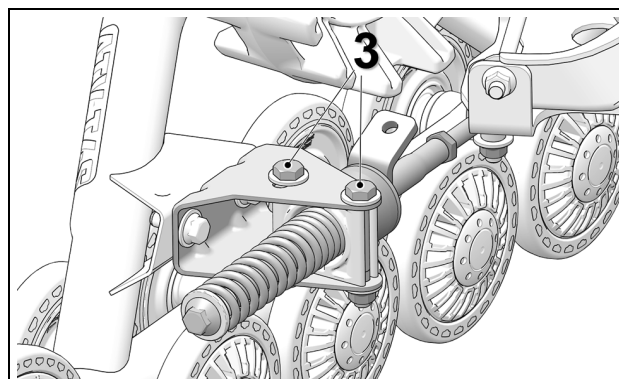

Figure 17
- Resserrer les boulons (3) de l'ancrage antirotation à un couple 50 N•m [37 lb•pi]. Voir la Figure 17.